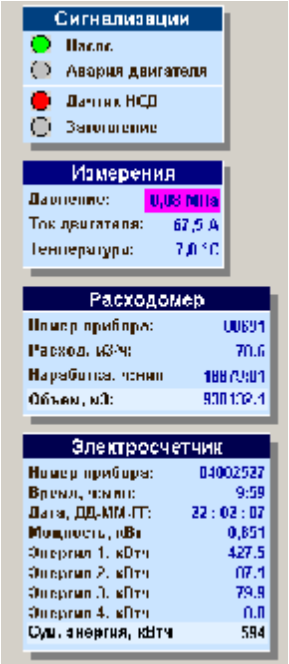
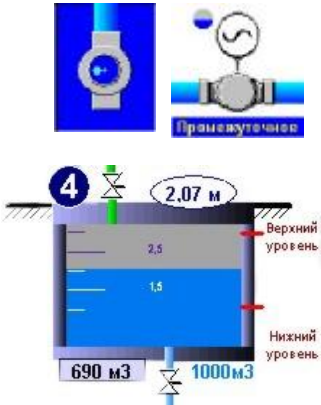

Рис. 7
Рис. 8
5.1. Параметры, выводимые в окне мнемосхемы и отображающие текущее состояние одного или группы датчиков, делятся на: основные, вспомогательные и служебные параметры. Параметры могут отображаться как в табличном виде (см. рис. 7), так и в виде УГО (см. рис. 8).